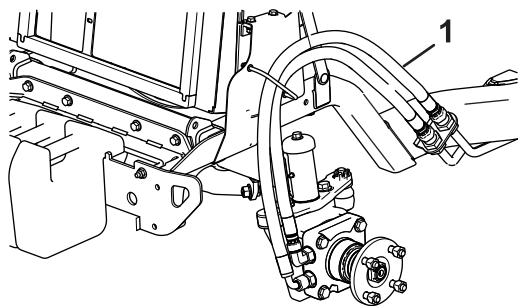

Рисунок 8
15. Проложите шланги через направляющую для шлангов (**Рисунок 8**).